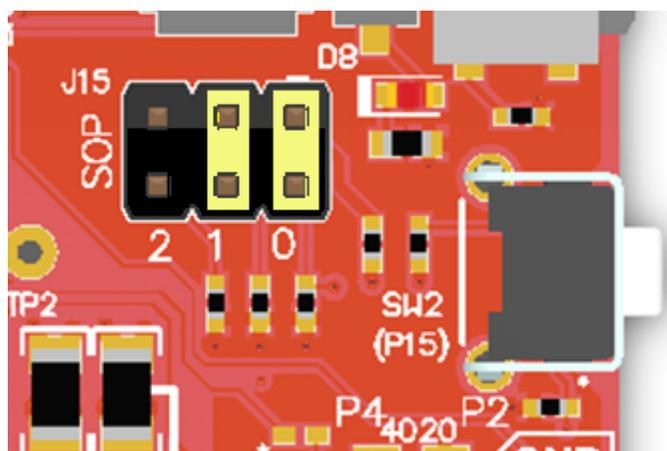

图 10. SOP 跳线配置
1. 将 SOP 设为 011（SOP2 = 0、SOP1 = 1、SOP0 = 1），并执行上电复位 (POR)。只需按下 SW1 复位开关即可完成器件复位。关于 SOP 跳线的配置，请参考图 10。